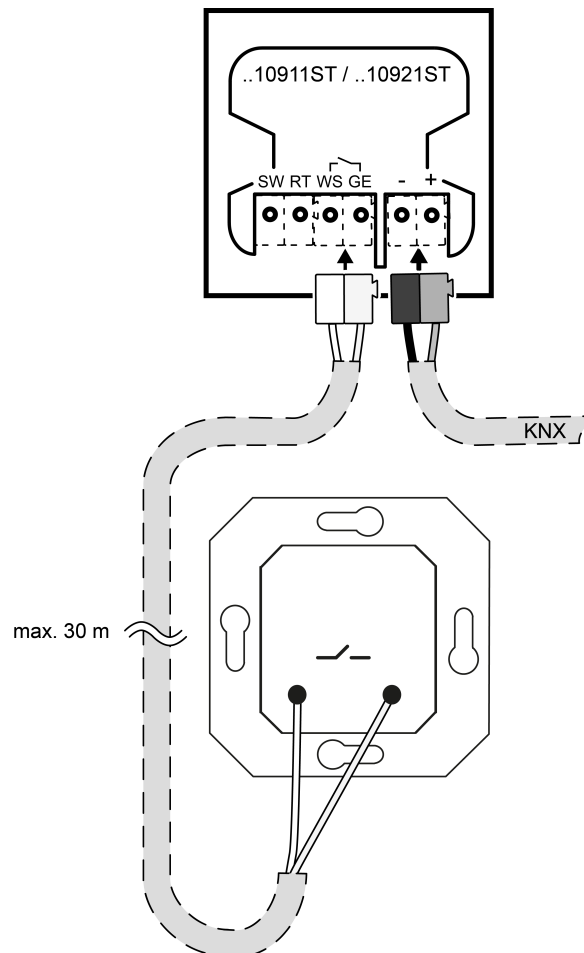

Figure 5: Raccorder le bouton-poussoir d'installation
- En option : raccorder les contacts de commutation externes (par ex. bouton-poussoir d'installation ou interrupteurs reed) à la borne d'interconnexion (Figure 5).
#### Raccorder les contacts de commutation externes (Figure 5)